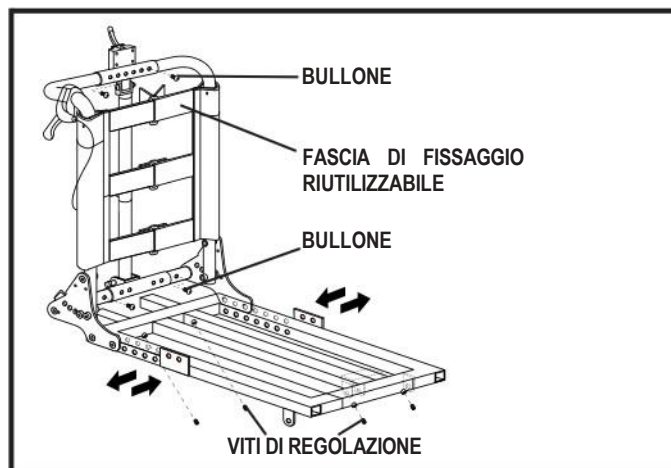

Figura 14. Regolazione della larghezza del sedile
2. Allentare le quattro viti di fermo sulla base del sedile. **Vedere figura 14.**